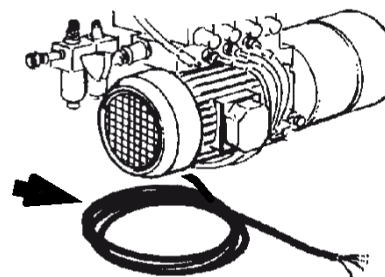

fig.17
- » Collegare il cavo dell'alimentazione a una spina conforme alle norme Europee o alle norme del paese di destinazione della macchina. La spina deve essere provvista obbligatoriamente del contatto di terra (fig.17).
- » Connect the cable to a plug that conforms with European norms or to the norms of the country in which the machine is used. The plug must have an earth terminal (fig.17).
- » Brancher le câble d'alimentation à une fiche conforme aux normes Européennes ou aux normes du pays de destination de l'appareil. La fiche doit être obligatoirement munie du contact de terre (fig. 17).
- » Das Versorkabel an einen Stecker anschließen, der den EG-Vorschriften oder denen des Bestimmungslands des Geräts entspricht. Der Stecker muß vorschriftsgemäß geerdet sein. (Abb. 17)
- » Conectar el cable de la alimentación con un enchufe conforme a las normas Europeas o a las normas del país de destino. El enchufe debe estar equipado obligatoriamente con un contacto de toma de tierra (Fig.17).